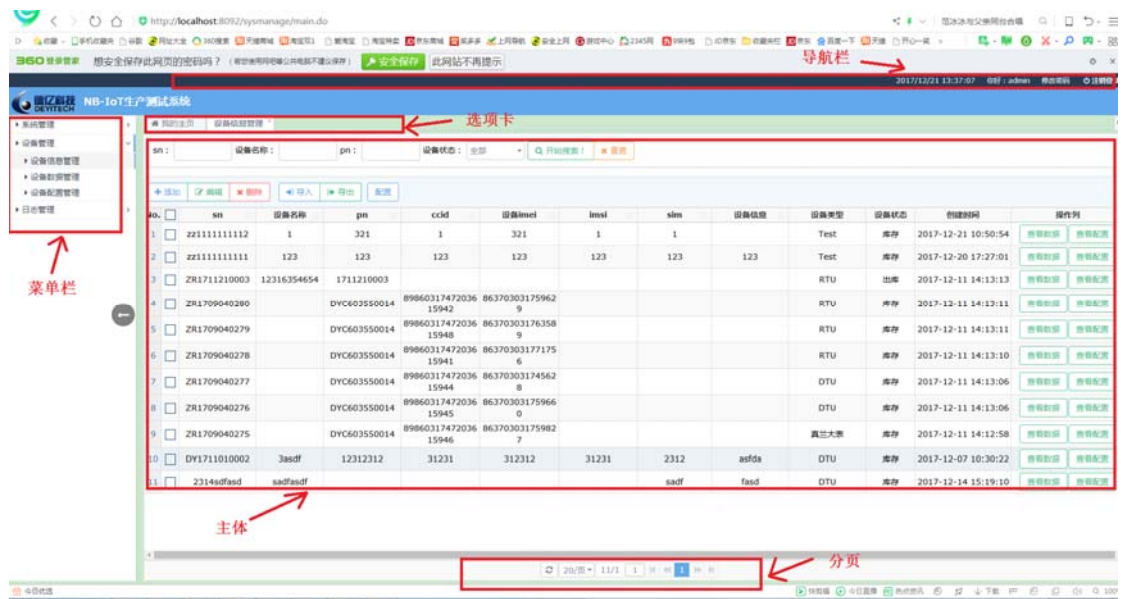

图 1-2 主页
2、登录成功后，进入主页的框架，包括最上方的导航栏、左边的菜单栏、中间的选项卡和内容主体、下方的分页，如图 1-2 所示。
说明： 上图 1-2 中的菜单栏下方的图标为隐藏按钮，单击此按钮可将左边菜单栏进行隐藏操作，再次单击可还原菜单栏显示。